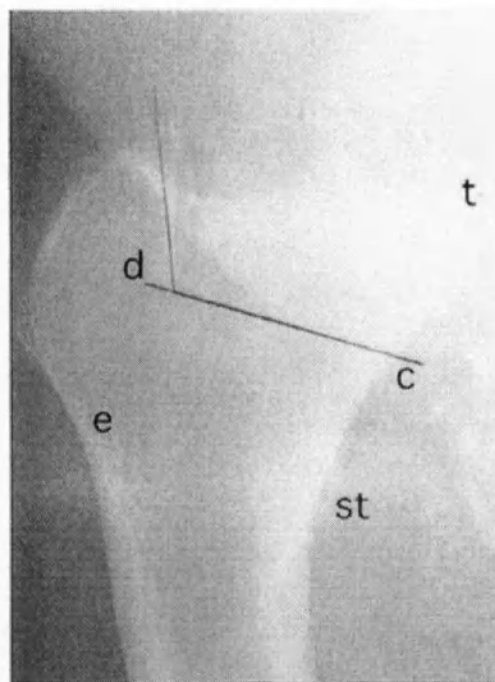
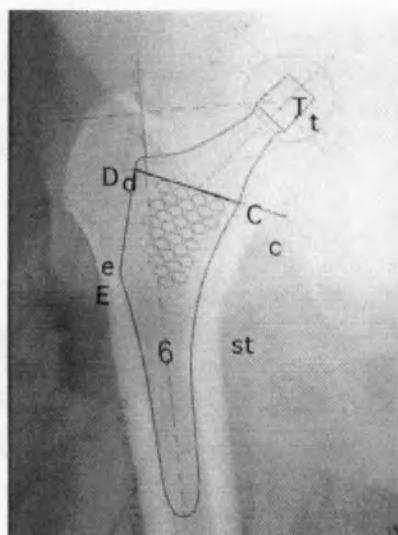

Рис.2 Рентгеновский снимок с отметками
Рис.4. Рентгеновский снимок с шаблоном
Размеры эндопротезов подбираются с помощью шаблонов. Выбор базируется на трех ключевых ориентирах (рис.2 и 3).
3. **Заднебоковая или вертально-диафизарная точка (E).** Нижне-латеральная часть протеза должна прилежать к нижней части большого вертела (отметка e на рис. 2), с сохранением, как минимум, 3 мм губчатой кости. Подобранный размер импланта должен заполнять метафиз бедра, сохраняя при этом калькар (рис. 4).